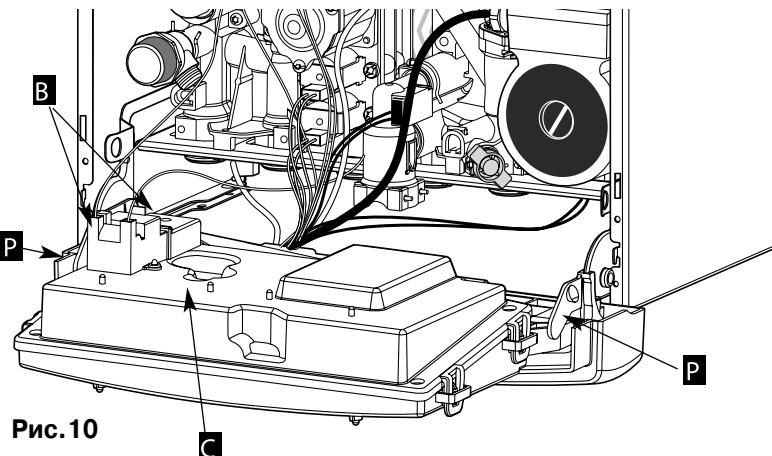
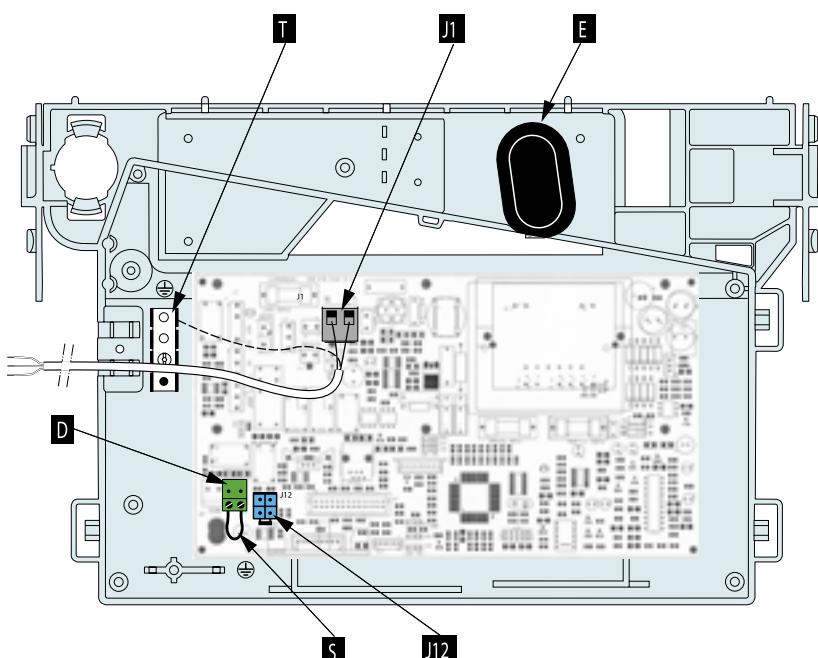

Рис.10
Рис.11
- Напряжение 230 В и заземление. Подключение осуществляется при помощи провода "2 фазы + заземление", который поставляется вместе с аппаратом и соединен с клеммной коробкой J1 (рис. 11).
При помощи отвертки откройте клеммную коробку D (рис. 11).
- отвернуть винты B и снять крышку C (рис. 10);
Разъём J12 (рис. 11), предназначен для подключения программатора (опция, см. соответствующую инструкцию).
Выключите электропитание котла, снимите кожух, откройте блок, нажав на два фиксатора P (рис. 10): органы регулировки находятся на электронной плате за заглушкой E (рис. 11).